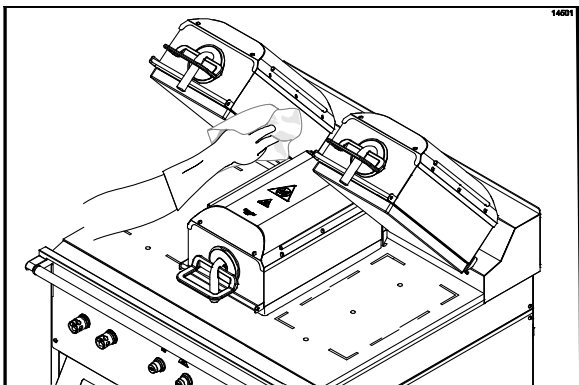

Abbildung 104
34. Die Innenkanten der rechten und linken oberen Grillplatte mit einem sauberen, mit Desinfektionsmittel getränkten Grilltuch abspülen. (Siehe Abbildung 104.)